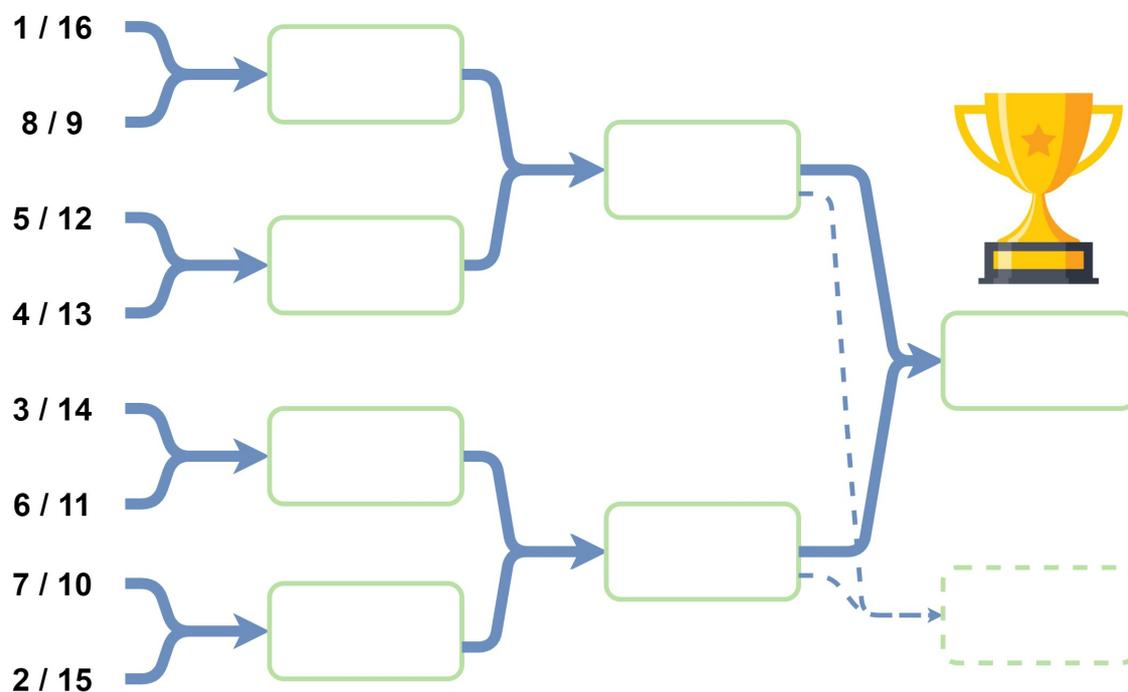

Figura 2: Árbol de la fase final
Cada equipo que gane su partido de play-off será incluido en el cuadro principal de la fase final de (B). Al final de la fase de play-off, el árbol de la fase final de (B) presentado en la Figura 2 podrá revisarse para representar con mayor precisión el nivel de cada equipo.